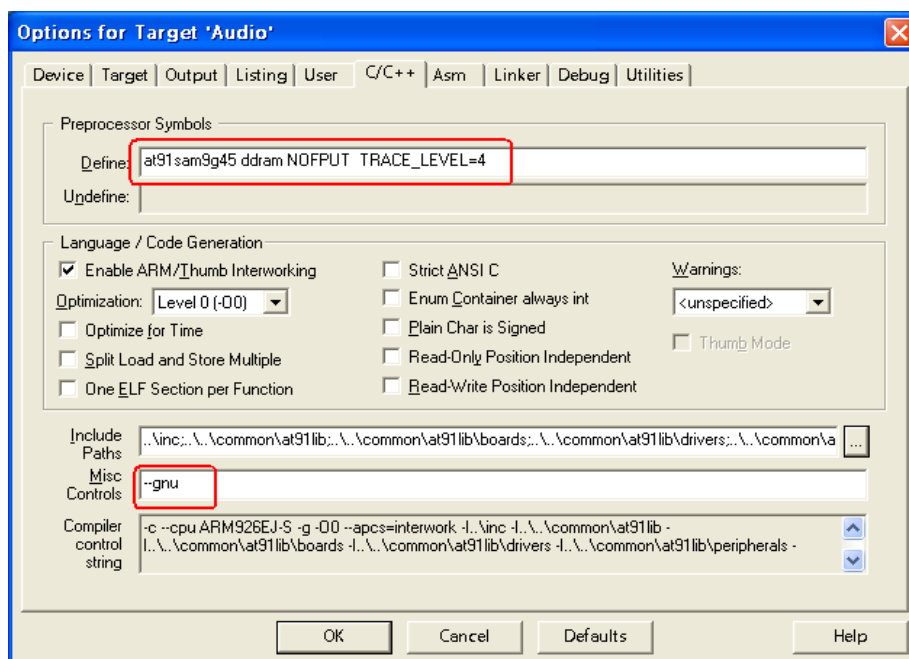

图 1-3 C/C++选项设置
(3) 然后再设置 C/C++选项显示内容，如图 1-3 所示：